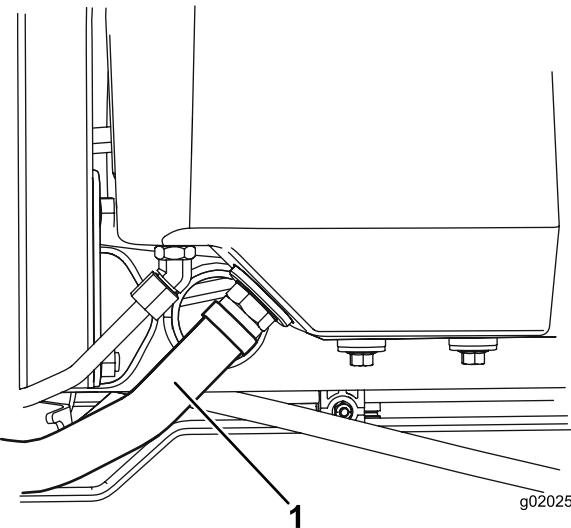

Bild 94
2. Schließen Sie den großen Hydraulikschlauch (Bild 94) vom Behälter ab und lassen das Hydrauliköl in eine Auffangwanne ablaufen.